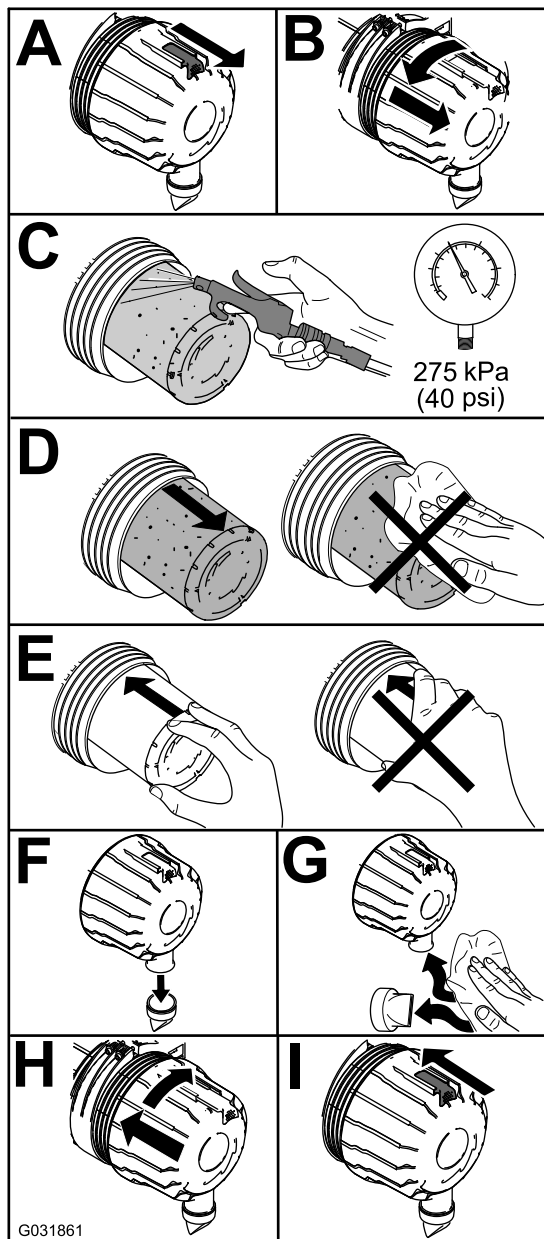

Bild 48
1. Tauschen Sie den Luftfilter aus (Bild 48).